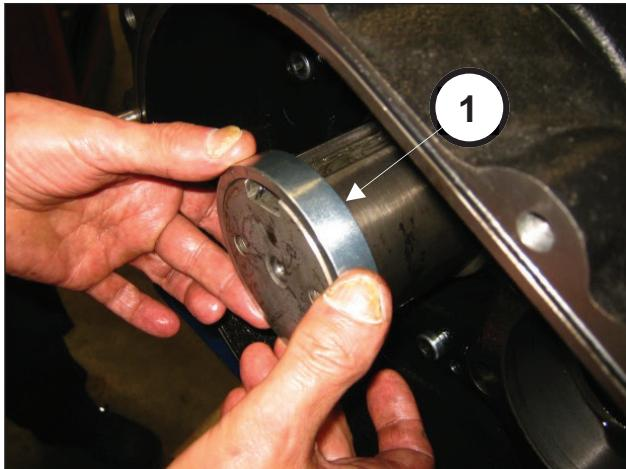
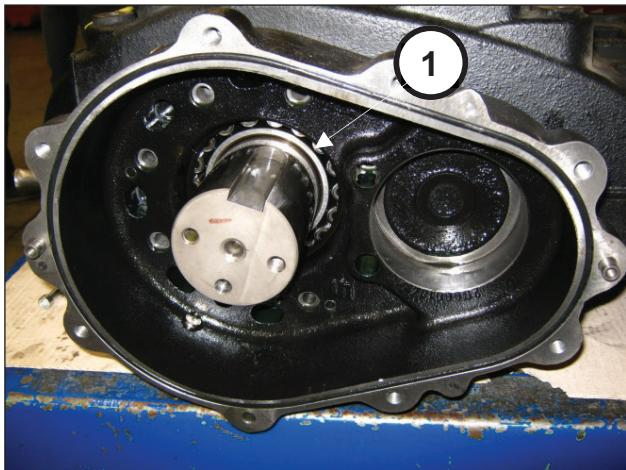

图 72
图 73
将冠齿轮支撑环插入曲轴柄①(图 72)中，直至到底(①，图 73)。